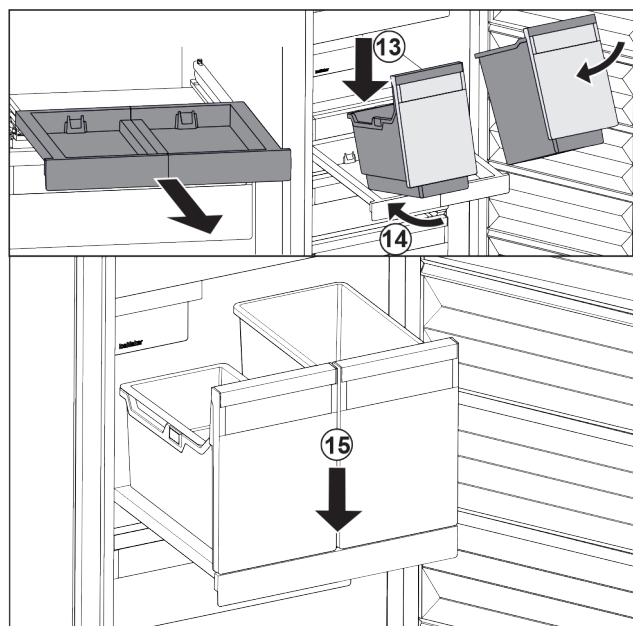

Fig. 145
- ▶ Nasaďte nádobu šikmo na vysouvací desku. Fig. 145 (13)
- ▶ Zasuňte nádobu šikmo dozadu. Fig. 145 (14)
- ▶ Usadte vpředu nádobu. Fig. 145 (15)